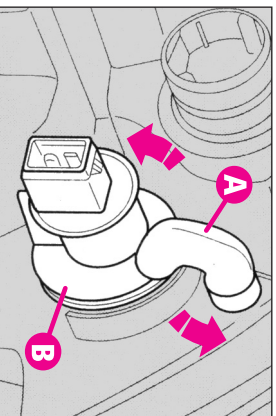

fig.29
- Rotiți capacul protector în sensul invers acelor de ceasornic (**A-fig.29**)